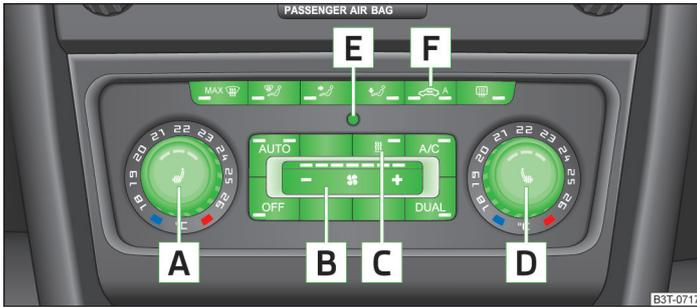

Abb. 108 Climatronic: Bedienungselemente
Funktionen der einzelnen Bedienungselemente » Abb. 108:
- » Die Taste **AUTO** » Abb. 108 auf Seite 108 drücken.
► Den Drehregler **A** » Abb. 108 auf Seite 108 nach links bzw. rechts drehen, um die Temperatur zu senken bzw. zu erhöhen.
► Den Drehregler **D** » Abb. 108 auf Seite 108 nach links bzw. rechts drehen, um die Temperatur zu senken bzw. zu erhöhen.